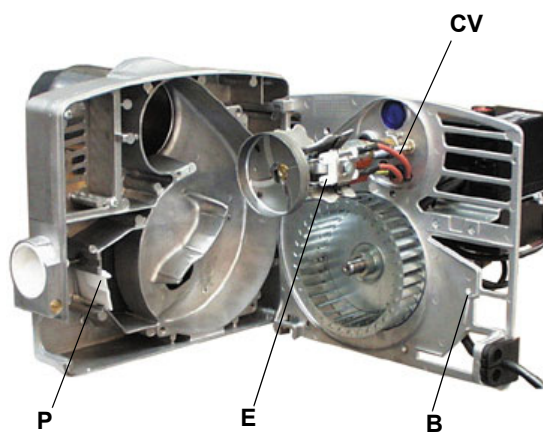
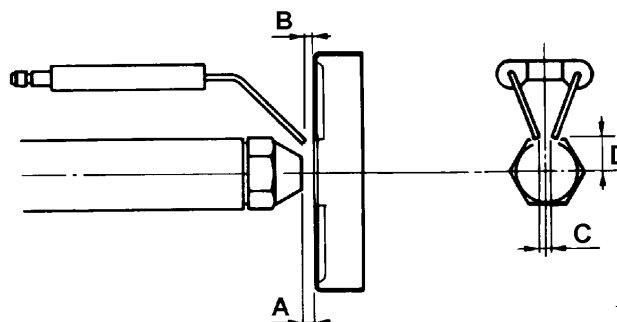

Fig. 21
Fig. 24
- Examen electrodos de encendido y su correspondiente aislamiento cerámico, limpieza inspección y si es necesario sustitución (ver Fig. 24).
Antes de desmontar la boquilla y los electrodos, desconectar los cables **CV** (Fig. 21), observar las cotas indicadas en la Fig. 24 y anotarlas en la tabla Tab. 4.
⚠ Antes de proceder al desmontaje de la boquilla, relevar la cuota A real (ver Fig. 24) y anotarla en el recuadro de abajo.